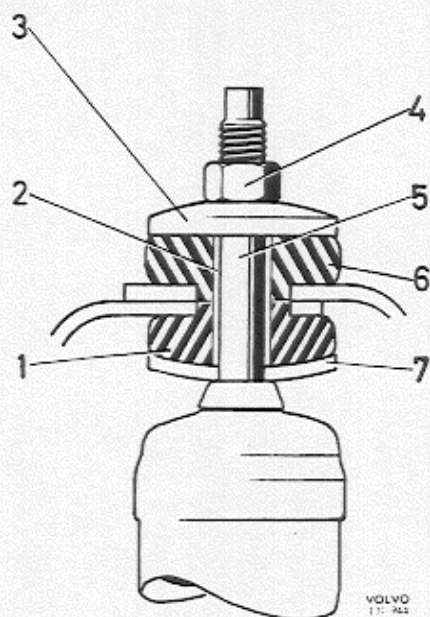

Abb. 41 Vorderer Stoßdämpfer, obere Befestigung
3. Stoßdämpfer ausbauen. Dazu die obere Mutter (4, Abb. 41), Scheibe (3) und Gummibuchse (6) entfernen. Die beiden unteren Befesti-gungsschrauben auf der Unterseite des unteren Querlenkers lösen und den Stoßdämpfer nach unten herausziehen.
3. Scheibe (7, Abb. 41), Abstandhülse (2) und Gummibuchse (1) am oberen Ende des Stoßdämpfers anbringen. Stoßdämpfer auseinanderziehen und in die Schraubenfeder einführen. Untere Befestigungsschrauben für Stoßdämpfer eindrehen. Obere Gummibuchse (6) mit Scheibe (3) aufchieben und die Mutter (4) so weit aufschrauben, bis diese an der Abstandhülse aufliegt.